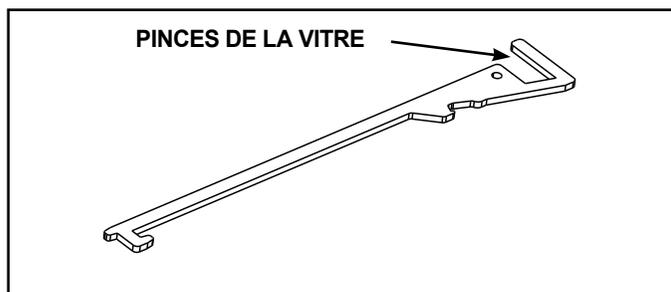

Figure 9.1 Outil multifonction
- Pour dégager l'assemblage de la vitre, utilisez l'outil multifonction fourni pour (Figure 9.1) tirer les deux verrous à ressort du bas vers l'avant et laissez-les se rétracter loin de l'assemblage de la vitre. Inclinez la partie inférieure de l'assemblage de la vitre vers l'extérieur jusqu'à ce que les verrous du haut soient dégagés.